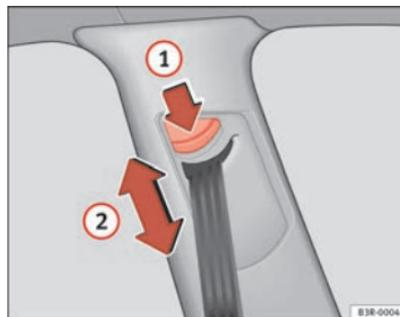

Fig. 16 Regolazione in altezza delle cinture: cerniera di rinvio
- Premere il tasto ⇒ fig. 16 ① per la regolazione dell'altezza della cintura.
- Spostare la cerniera di rinvio verso l'alto o verso il basso in modo che il tratto diagonale passi approssimativamente sul centro della spalla e comunque **mai sul collo** ⇒ fig. 16 ②, ⇒ ⚠ in “Posizione della cintura di sicurezza“ a pag. 24.